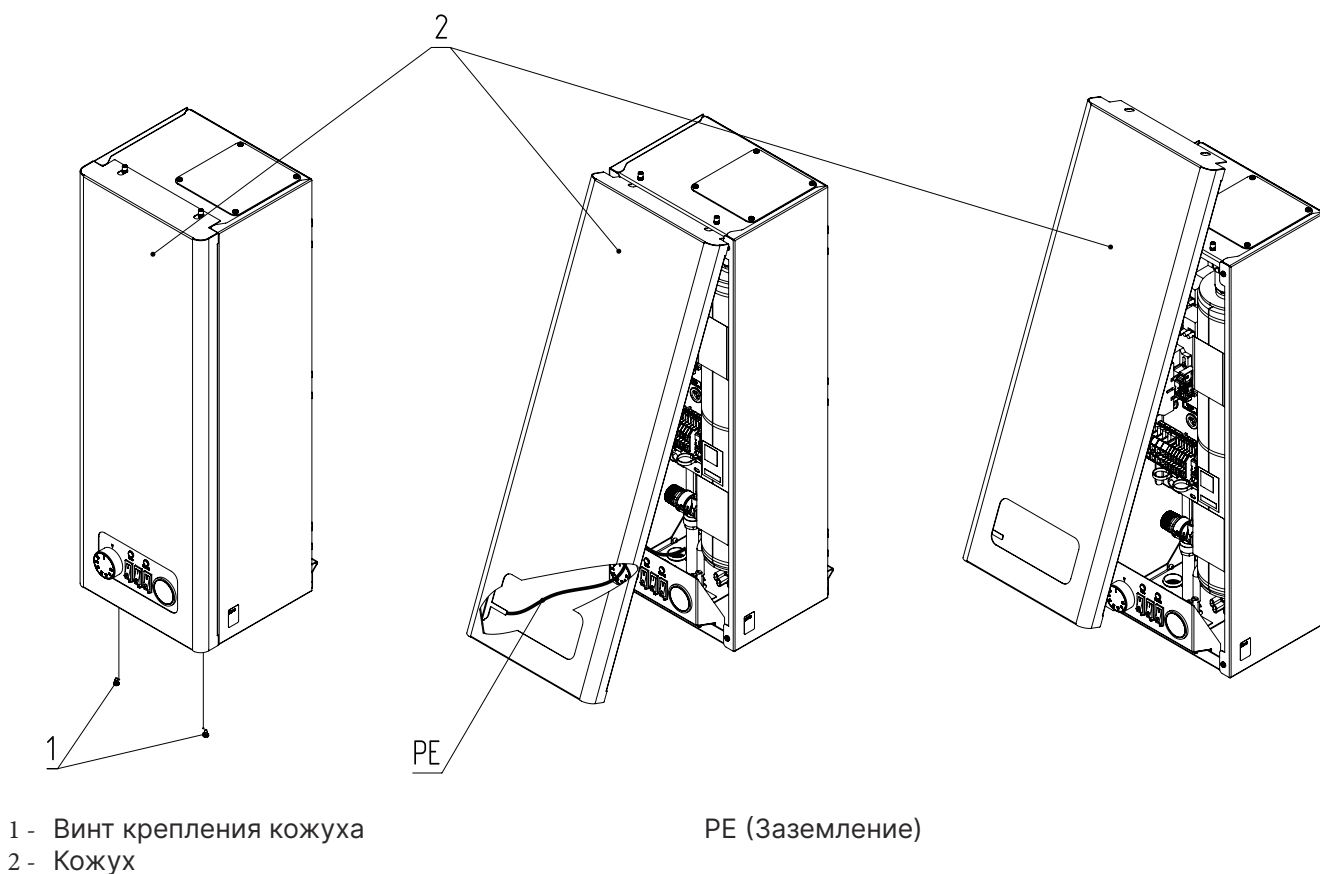

Рис.11 Демонтаж кожуха
Демонтаж кожуха котла (**Рис.11**):
1. Выкрутить два винта крепления кожуха (**Рис.11, поз.1**) в нижней части котла;
2. Выдвинуть на себя нижнюю часть кожуха в соответствии с **Рис.11**;
3. Отсоединить провод заземления (**Рис.11, PE**) от соответствующего контакта на кожухе котла;
4. Поднять кожух (**Рис.11, поз.2**) вертикально в верх пока крепления не выйдут из зацепления.
1. Перед установкой кожуха (**Рис.11, поз.2**) необходимо подключить провод заземления (**Рис.11, PE**) к советуемому контакту на кожухе;
2. Надеть кожух (**Рис.11, поз.2**) котла на зацепы в верхней части котла в соответствии с **Рис.11**;
4. Закрутить винты (**Рис.11, поз.1**) в нижней части котла зафиксировав кожух.